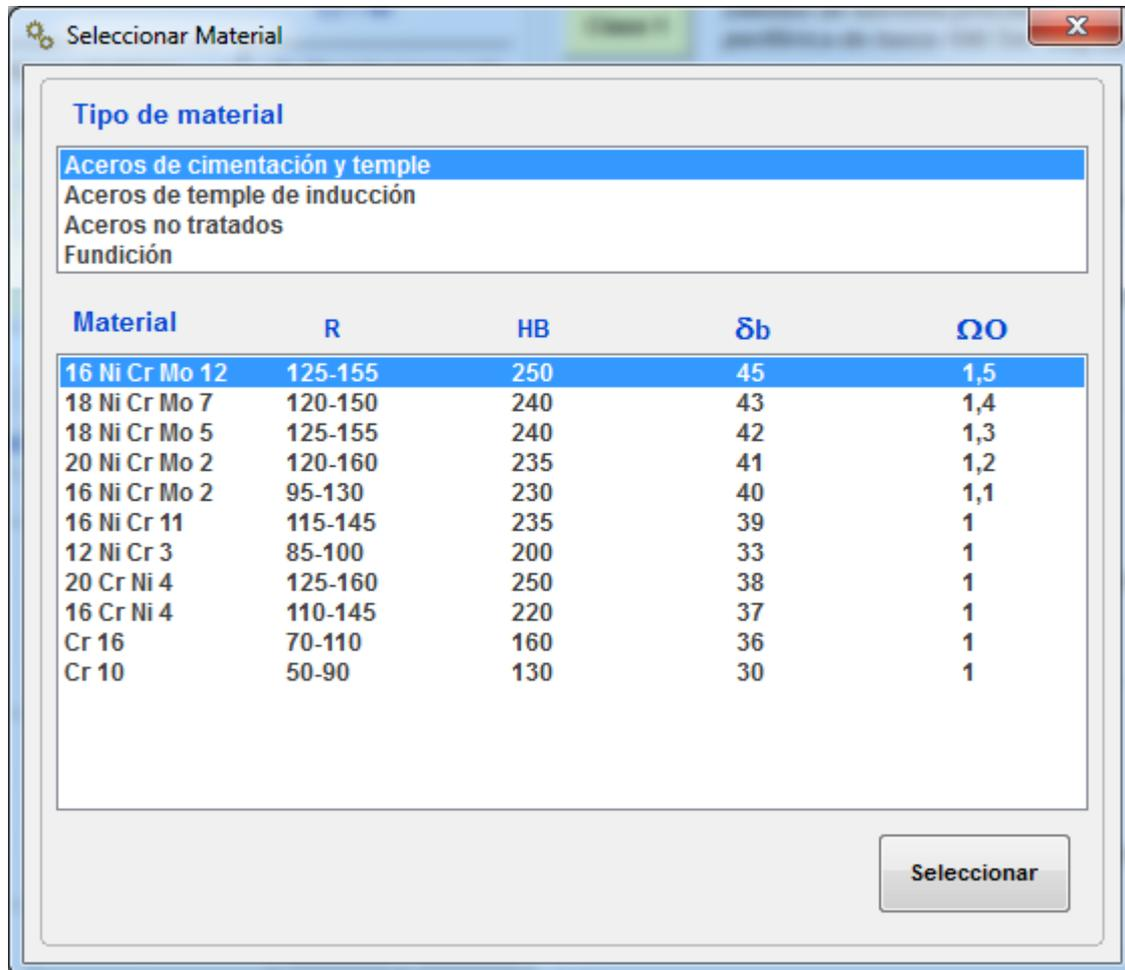

Fig. 41
- 5) Elegir el material de construcción del piñón (ver Fig.41)
- 6) Elegir el material de construcción de la corona (ver Fig.41)
Menu configuración: (fig.41)